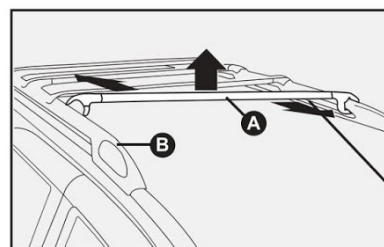

fig. 109
2) Posicionar as barras transversais **A-fig. 109** nas barras longitudinais instaladas no teto do veículo, encaixando as extremidades das abraçadeiras e fazendo coincidir a numeração estampada nas mesmas com a que está estampada nas sedes das barras longitudinais **B-fig. 109** (exemplo: a barra transversal marcada com o número 1 deve ser instalada nas sedes número 1).